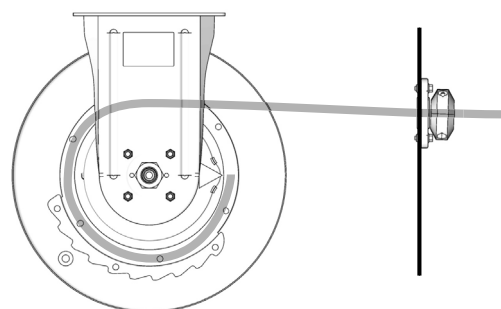

FIG. 3
**REMARQUE :** les enrouleurs fonctionnent mieux lorsque le flexible peut être tiré droit hors de la bobine comme illustré dans la FIG. 3.